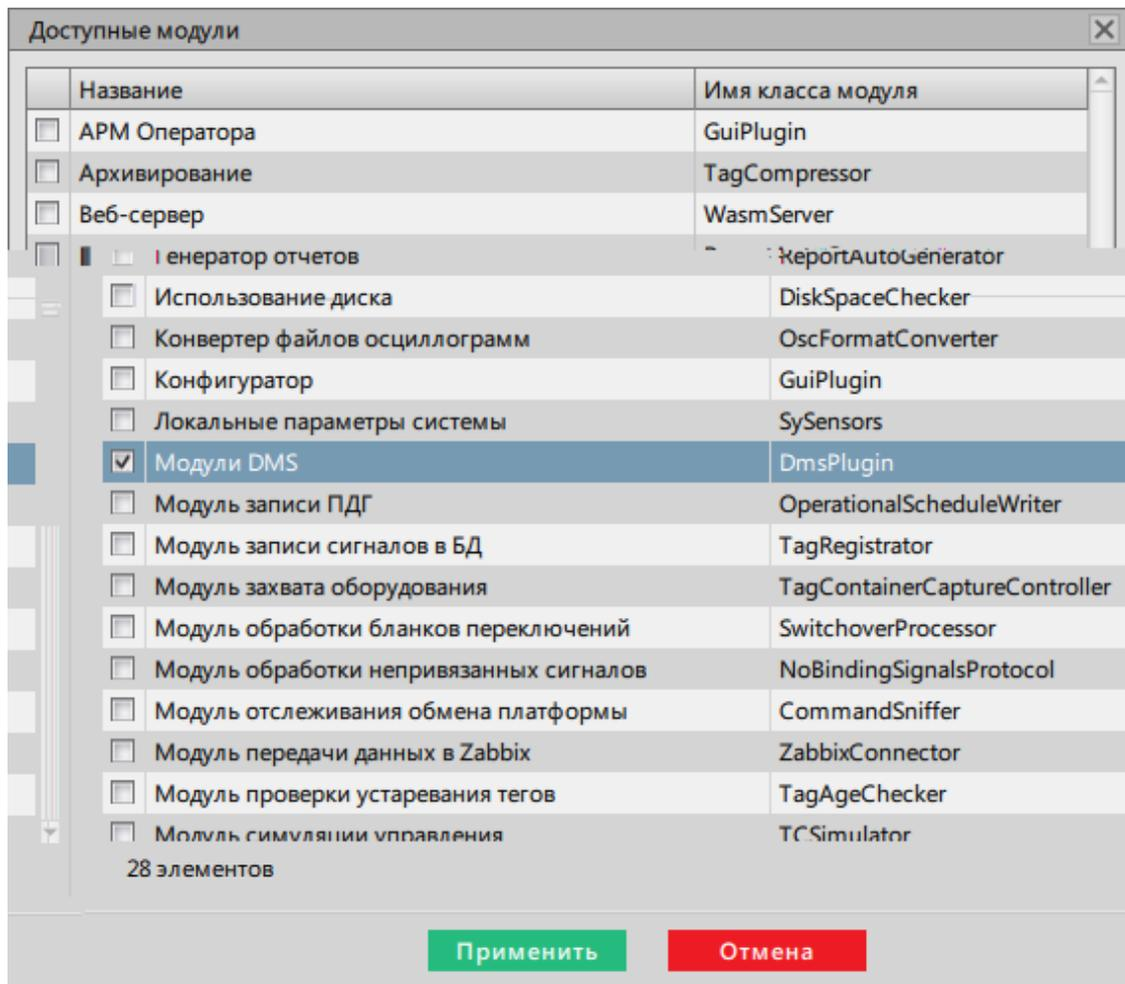

Рисунок 422 - Модули DMS
1. На вкладке Настройки узла в узел сбора и обработки данных (*Redkit\_Master* и *Redkit\_Slave* – для конфигурации с резервированием, *Redkit\_System\_Service* – для односерверного режима) добавьте Модули DMS (Рисунок 422).